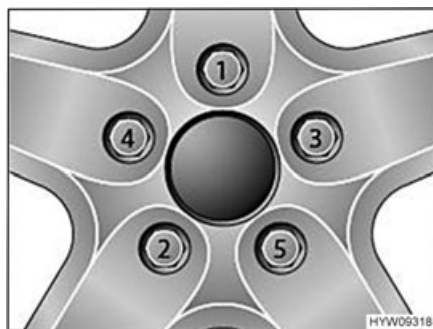

Fig. 133 Serraggio a croce di dadi delle ruote e bulloni delle ruote
- Serrare i dadi delle ruote o i bulloni delle ruote nell'ordine riportato in Fig. 133. A tale scopo, utilizzare una chiave dinamometrica e rispettare la coppia di serraggio indicata (vedi paragrafo 13.5.2).
- Controllare regolarmente il serraggio dei dadi o dei bulloni. Regolare il serraggio dei dadi delle ruote o dei bulloni delle ruote di una ruota sostituita dopo circa 50 km. A tale scopo, procedere seguendo l'ordine indicato in Fig. 133.
- Se si utilizzano cerchioni nuovi o riverniciati, regolare il serraggio dei bulloni o dei dadi dopo altri 1000 - 5000 km. A tale scopo, procedere seguendo l'ordine indicato in Fig. 133.
- ▷ Serrare a croce i dadi o i bulloni delle ruote (Fig. 133).